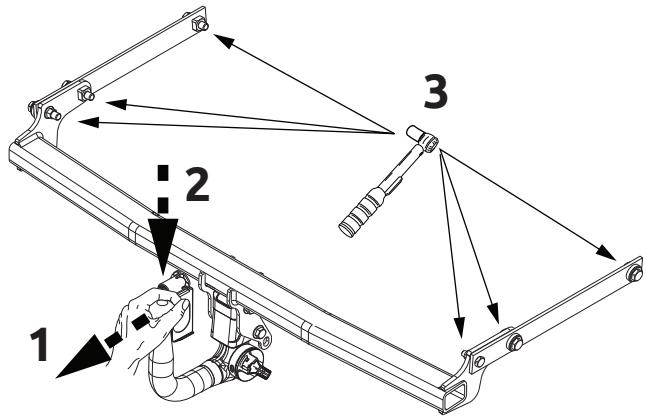

Fig. 4
- Задвинуть комплект назад до отказа. См. рисунок 4.